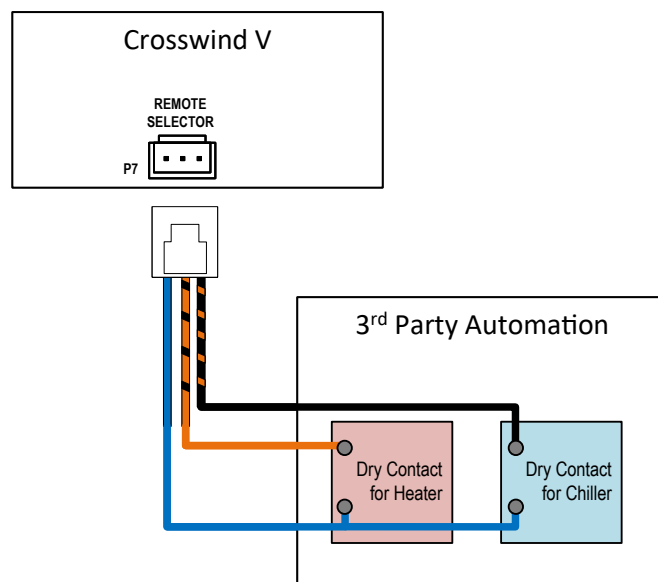

Figure 65. Contrôle à trois fils
- Pour le contrôle à trois fils, connectez le fil BLEU à un côté du contrôleur à distance, puis connectez le fil ORANGE/NOIR pour le fonctionnement en mode « SPA » et le fil NOIR/ORANGE pour le fonctionnement en mode « POOL COOL (Refroidissement piscine) ». Voir la Figure 65.